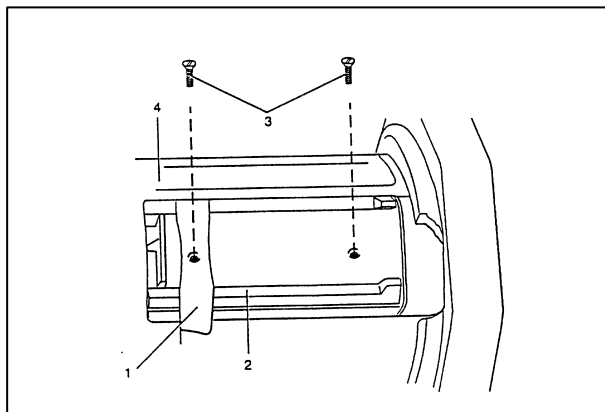

Fig 4-6. Remoção das Bases do Aparelho de Pontaria
(1) Inspeção - Verifique se a alça (massa) de mira e a base estão no lugar e não estão quebradas.
(2) Desmontagem (Fig 4-6)
- (b) Remova a fita (1) da base (2).
- (c) Desaparafuse os parafusos de fixação (3).
- (d) Remova a base (2) do tubo (4).